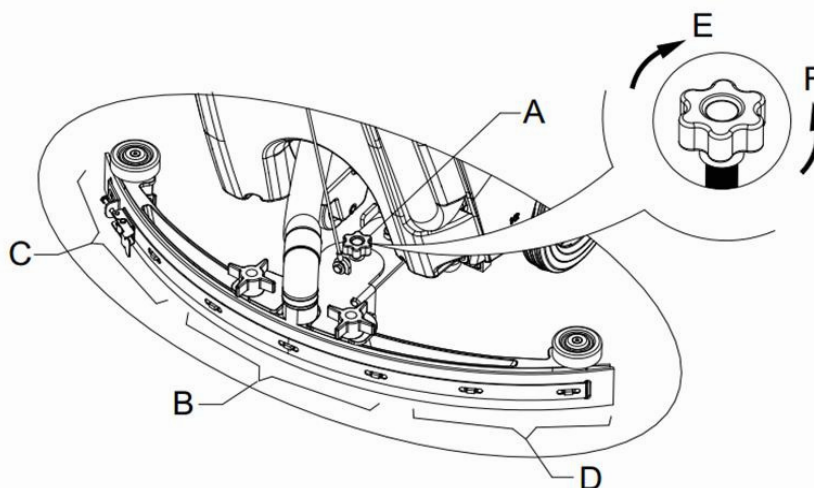

Rys. 8
Zależnie od rodzaju podłogi, jaka ma być czyszczona, do urządzenia montuje się szczotkę (Rys. 8, A) albo uchwyt pada (Rys. 8, B i C).
1. (dotyczy tylko **AS430B** i **AS510B**): Sprawdzić czy włącznik (41) akumulatora jest rozłączony (**O**).
2. Nacisnąć uchwyt operatora (2) w celu uniesienia korpusu zbiornika (26).
3. Umieścić szczotkę (A) albo uchwyt płyty (B-C) pod obudową.
4. Użyć uchwytu operatora (2) do obniżenia korpusu zbiornika (26), aby zetknął się ze szczotką lub uchwytem pada.
5. Następnie zamontować szczotkę/uchwyt pada automatycznie, obracając włącznik zasilania (41) na pozycję "I" i naciskając wyłącznik bezpieczeństwa (1). Delikatnie popchnąć urządzenie do przodu, tak by koło pasowe na dole zbiornika wyrównało się ze szczotką lub uchwytem pada, które wtedy można założyć, po czym zwolnić wyłącznik bezpieczeństwa. W razie potrzeby, procedurę powtarzać aż do założenia szczotki/uchwyty pada.
6. Jeśli krok 5 okaże się zbyt trudny, to założyć szczotkę/uchwyt pada ręcznie, zgodnie ze wskazaniem strzałki (D) (zob. Rys. 8).
7. Aby zdjąć szczotkę/uchwyt pada automatycznie, trzeba obrócić włącznik zasilania (41) na pozycję "O". Ręką przytrzymać uchwyt operatora i docisnąć urządzenie do podłogi - aż koło naprowadzające dotknie podłogi a szczotka/uchwyt pada zawisnie w powietrzu. Następnie obrócić włącznik zasilania (41) na pozycję "I" i nacisnąć wyłącznik bezpieczeństwa tak, by szczotka/uchwyt opadła na podłogę.
8. Jeśli krok 7 okaże się zbyt trudny, to wykonać go ręcznie, obracając szczotkę/uchwyt pada w kierunku przeciwnym do normalnego kierunku obrotów, a wtedy będzie je można zdjąć (jak na Rys. 8).